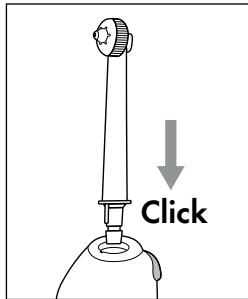

Fig. 2
- Se si utilizza l'apparecchio ogni giorno, sostituire la testina ② al più tardi ogni sei mesi.
- Utilizzare solo testine ② originali. Per informazioni sull'ordinazione di testine ② di ricambio vedere il capitolo **Ordinazione di pezzi di ricambio**.
- ◆ Assicurarsi che l'apparecchio sia spento prima di applicare o togliere la testina ②.
- ◆ Applicare una testina ② al manico ⑤. Premere la testina ② nell'apertura finché la testina ② non s'innesta in modo udibile nel manico ⑤. Assicurarsi che la sporgenza di guida dell'estremità inferiore della testina ② e il corrispondente incavo dell'apertura del manico ⑤ siano in posizione corretta (vedere fig. 2).